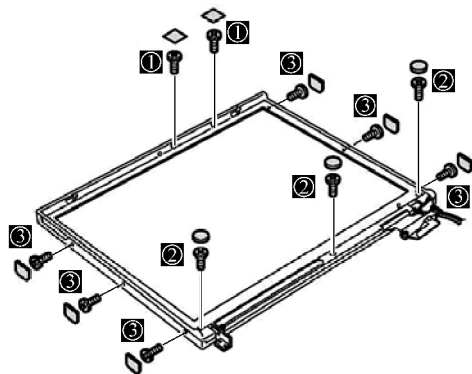

图 2-83 拆卸液晶屏螺钉及垫片
1) 首先取下液晶屏螺钉上面的垫片，再拧下螺钉“①”、“②”、“③”，如图 2-83 所示。